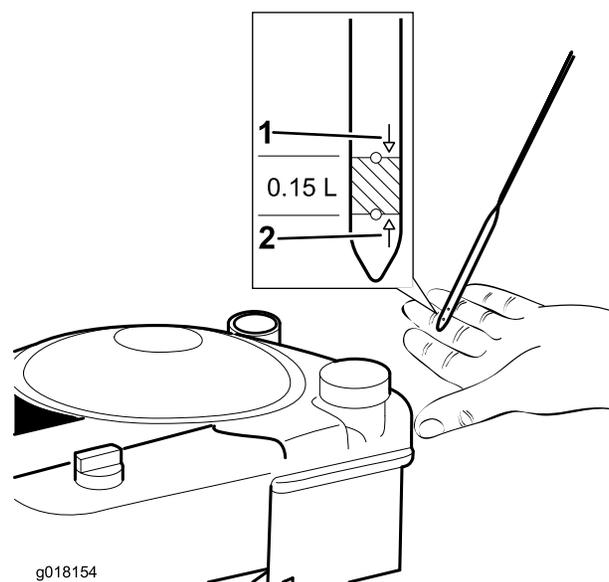

Figure 6
- Versez **lentement** l'huile dans l'orifice de remplissage, patientez 3 minutes puis vérifiez le niveau d'huile sur la jauge en essuyant cette dernière sur un chiffon propre et en l'insérant au fond du tube (Figure 6).
- Versez de l'huile dans le carter moteur jusqu'à ce que le niveau indiqué par la jauge soit correct, comme montré à la Figure 6.
- Retirez la jauge (Figure 6).